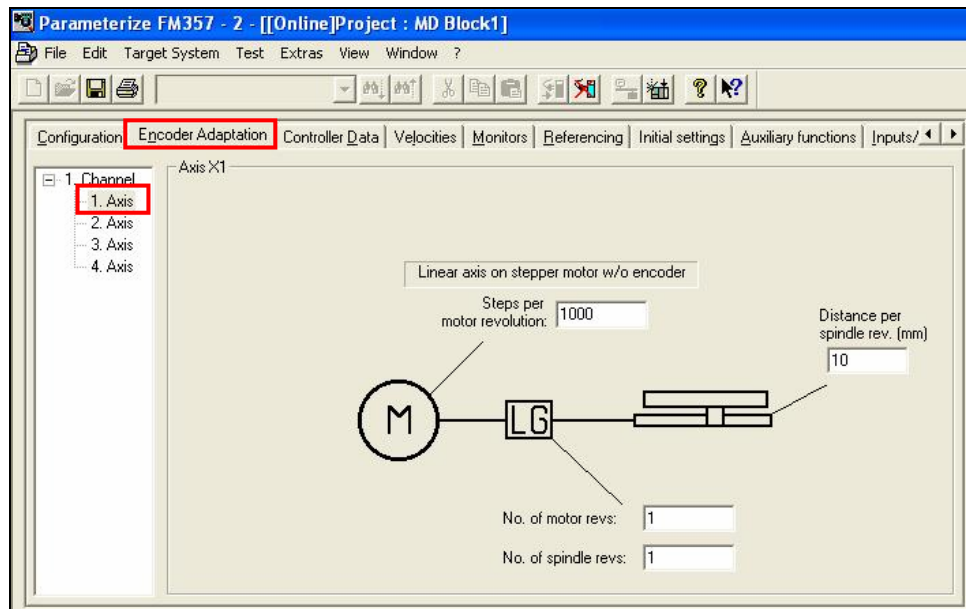

图 10 步进电机参数配置
3) 配置电机转 1 圈对应的脉冲数、电子齿轮比、工件轴转 1 圈对应的位移。设置电子齿轮比为 1:1，实际表示输出 1000 脉冲对应 10mm 位移（图 10）。